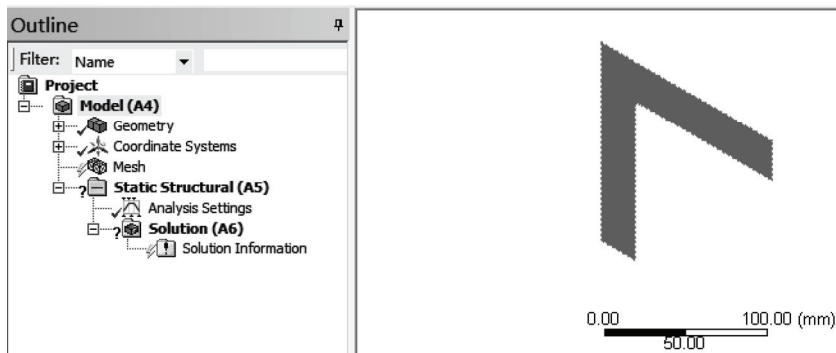

图 18-4 分析项目树结构图
1) 双击主界面项目管理区项目 A 中的 A3 栏 Model 项，进入 Mechanical 界面，查看分析项目树结构图，如图 18-4 所示。在该界面下即可进行网格的划分、分析设置、结果查看等操作。